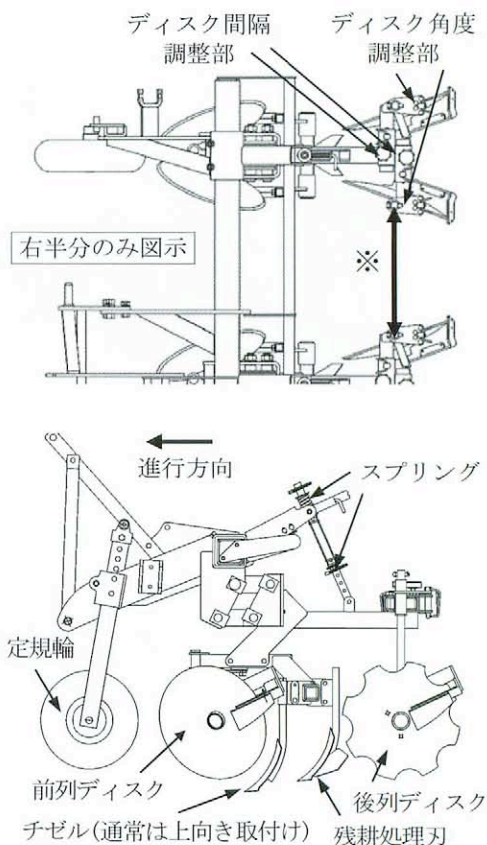

図1 開発機の平面図(上)と側面図(下)
開発機は、前後に設けられた2対のディスクが作物条間を通過する際に土壌の抵抗で回転し、土を横に反転移動させることにより中耕除草及び培土を行う作業機です。前列に切欠きのないディスク（平形ディスク）を、後列に切欠き付きのディスク（花形ディスク）を取付けており、条間、作業速度及び土壌条件に応じ、前・後列ディスクの取付け角度や後列ディスクの横方向取付け位置を変更できます。また、土が硬い時に作用させるチゼルを有しています（図1、表1）。
- ① 耕うん作業時の耕深が浅く、かつ変動していると、開発機による作業時の耕深が安定しません。耕うん作業時の耕深は、12cm程度以上確保するとともに一定にしましょう。
- ② 中耕ユニットの横方向取付け間隔を作物条間と同じにするとともに、作物を挟んで対向する後列ディスク（花形ディスク）の間隔(図1※)が40~45cmになるように調節します。また、作物条間に合わせ前列ディスク（平形ディスク）の取付け角度を調節します。
- ③ 作物が小さく、通常のディスク配列(図1、図2a)で作業すると作物が埋没してしまう場合には、後列ディスクの取付け角度を逆方向に変更(図2b)して使用します。
- ① 4~6km/h程度の速度範囲で作業することができますが、土壌条件や作物条件に応じ、適切な前進速度を選択します。
- ② 耕深は、定規輪（ホイールゲージ）の高さを変更して調節します。
- ③ 土が硬いために耕深が浅くなる時は、付属のチゼルを下向きにして作用させます(図1下)。
- ④ 培土量は前進速度が速くなると多く、遅くなると少なくなります。前進速度や土壌条件に応じ、適切な培土量となるように後列ディスク（花形ディスク）の取付け角度を調節します。
- ⑤ ほ場内の土壌条件の違いにより培土状態が変わる時は、作業中にトラクターのスロットルレバーを調節して前進速度を変更しながら作業します。